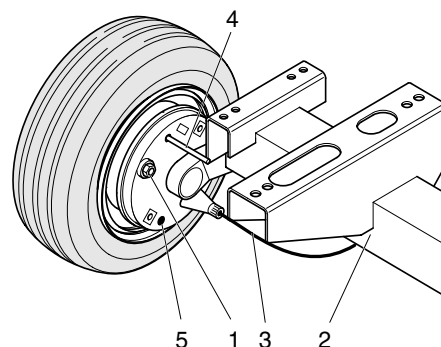

Fig. 5.5 Justering av bromsskon
Lift och stöd kompressorn. Se till att inga bromsar är aktiverade (skenbroms och handbroms). Bromskablarna måste vara fria från spänning. Spärra hjulbromsens svängbara kammar utifrån med ett stift (4) med en på \varnothing 4 mm genom hålet såsom visas i Fig. 5.5.
Avlägsna låsbulten (Fig. 5.5, 4). Ta bort spelrummet från bromskablarna.